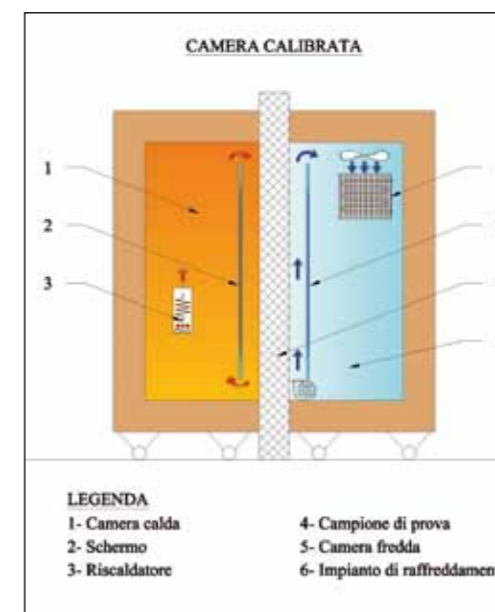

Figura 3 – Schema della doppia camera calibrata
(Tsc - Tsf) = salto di temperatura tra le superfici del campione in prova (K). Nel metodo calibrato (figura 3), la camera di misura è circondata direttamente dall'ambiente del laboratorio, quindi non è possibile annullare il flusso termico attraverso le sue pareti come nel metodo guardiata.